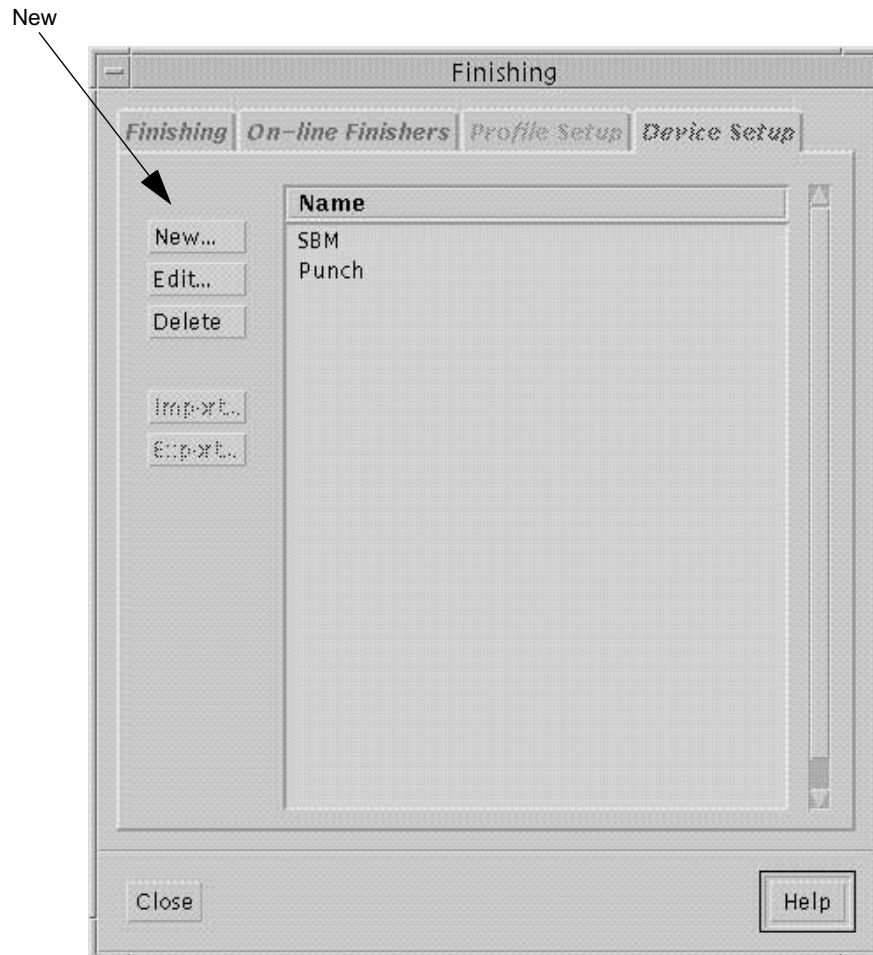

Abbildung 1-7: Der Bildschirm Device Setup
Es erscheint der Bildschirm Device Setup wie in Abbildung 1-7 gezeigt.
- 4 Klicken Sie auf **NEW** (neu) wie in Abbildung 1-7 gezeigt.